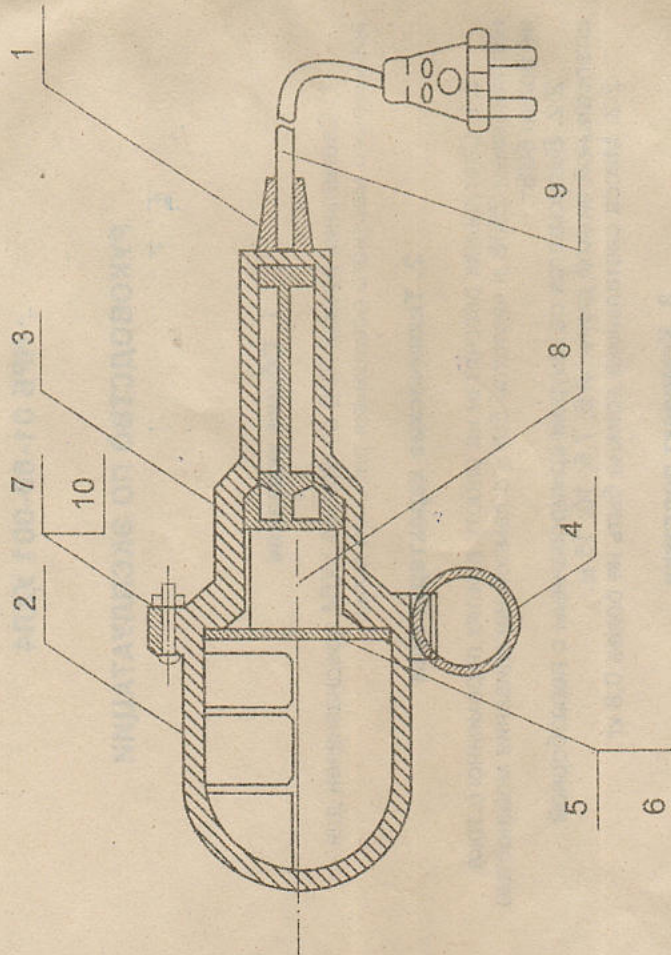

Рис. 1. Светильник ручной.
5.1. Светильник соответствует конструкции, указанной на рис. 1